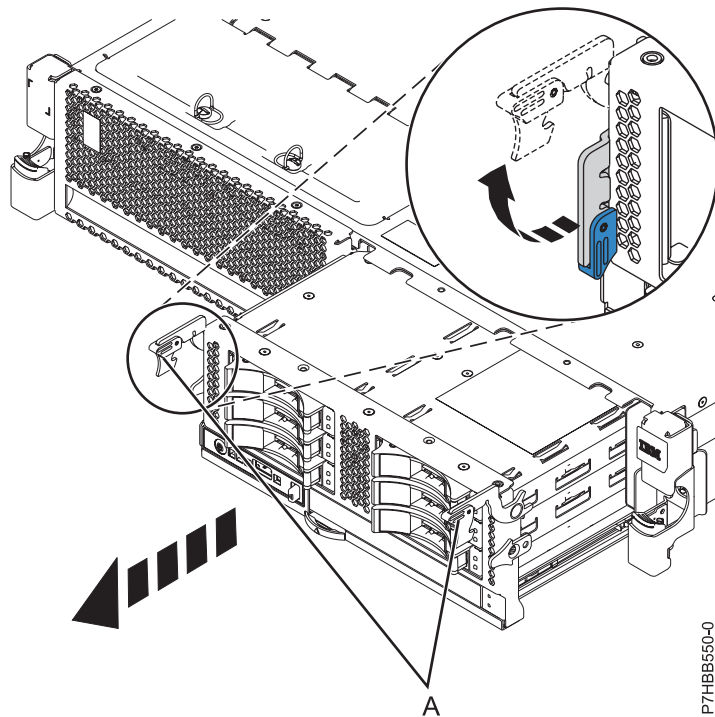
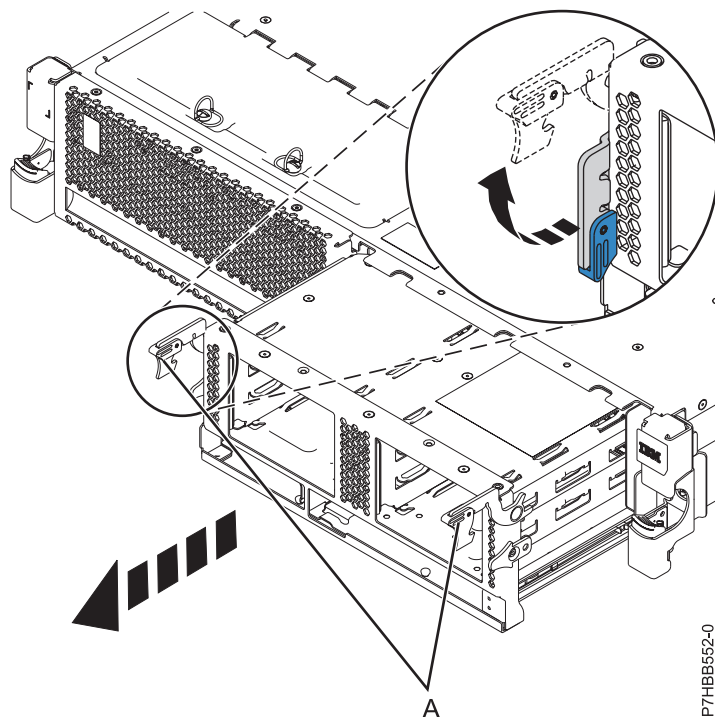

Figura 6. Remover o painel posterior preenchido com unidades de disco
Figura 7. Remover o painel posterior sem unidades de disco
13. Solte o painel posterior da unidade de disco puxando as pegas (A) do centro do painel posterior, como mostram Figura 6 e Figura 7.